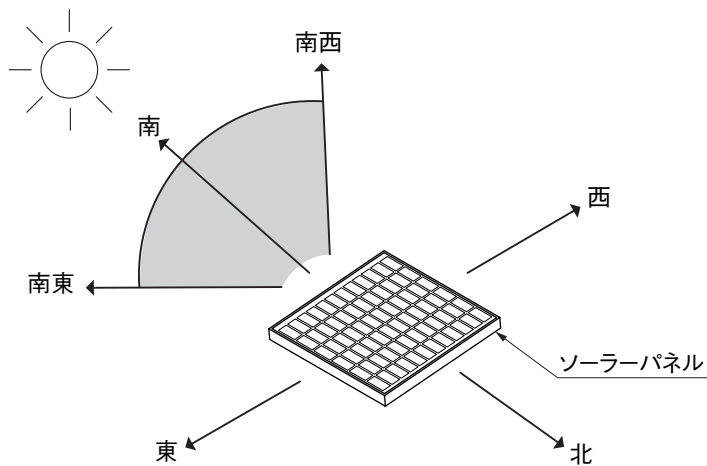

図3-1 ソーラーパネルの方位
- ソーラーパネルが南東～南西に向く場所かどうか確認してください。理想は真南です。(図3-1参照)